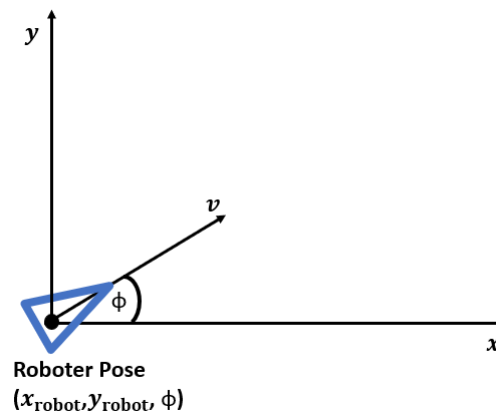

Abbildung 3: Roboterpose, welche aus der Position in 2D und dem Heading besteht.
1. Verifizieren Sie anhand der Skizze in Abbildung 3, dass die Differentialgleichungen der Bewegung des Roboters wie folgt lauten: